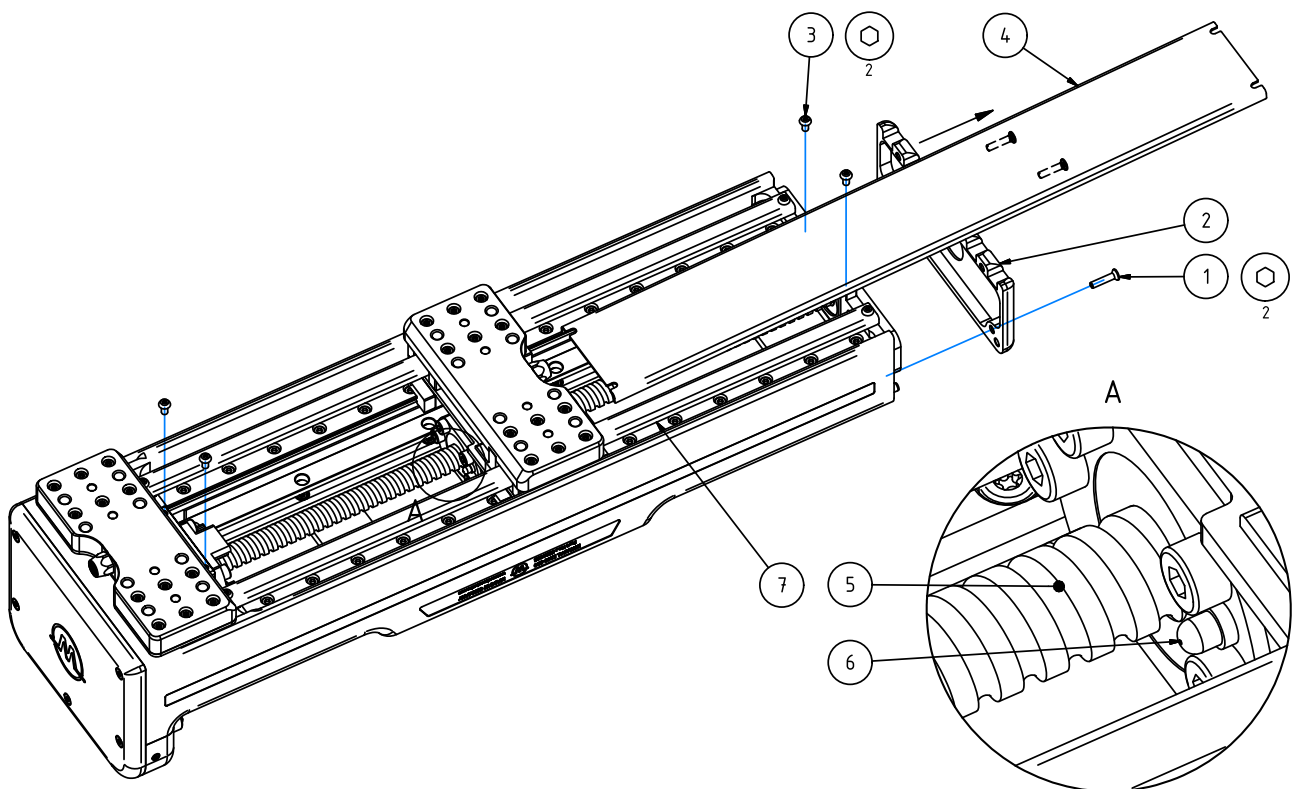

Abbildung 40: Entfernen der Abdeckung und Schmieren des Kugelgewindetriebes
3. Drehen Sie die drei Schrauben (1) heraus und entfernen Sie die seitliche Abdeckung (2) gemäß Abbildung 40. Verwenden Sie den Sechskantschraubendreher aus dem Beipack.
4. Drehen Sie die vier Schrauben (3) heraus und entfernen Sie die obere Abdeckung (4).
5. Bei Verschmutzung oder Verdacht auf Fremdkörper reinigen Sie den Kugelgewindetrieb (5) zunächst mit einem trockenen, fusselfreien Tuch.
6. Setzen Sie eine Fettpresse auf den Schmiernippel NZ 3 (6) auf und drücken Sie den Schmierstoff in die Schmiereinheit ein.
7. Bauen Sie die Abdeckungen (4) und (2) wieder ein und verfahren Sie den Greifer mindestens einmal über den gesamten Hub, um den Schmierstoff gleichmäßig zu verteilen.